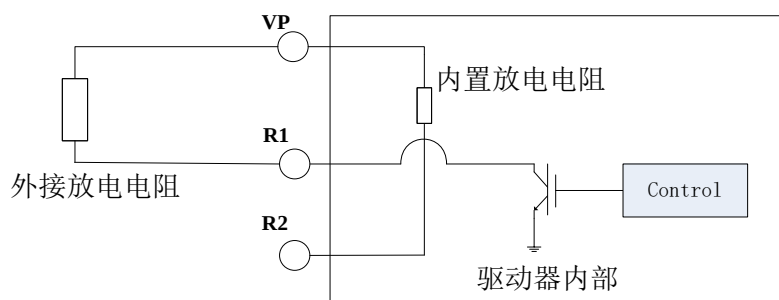
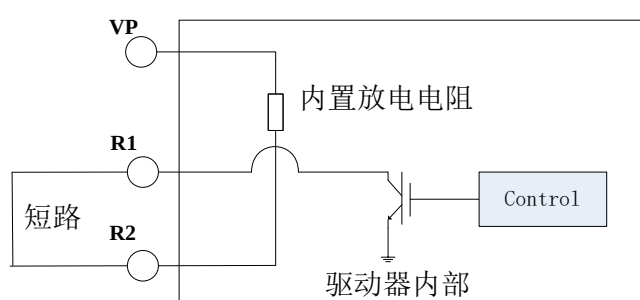

图 3.10 外接放电电阻时的再生放电接口电路
图 3.11 利用内置放电电阻的再生放电接口电路
再生放电电路如图 3.10 和图 3.11 所示：
- (1) 外接放电电阻，图 3.10，R1 和 VP 之间接外置放电电阻；
(2) 利用内置放电电阻，图 3.11，R1 和 R2 短接。